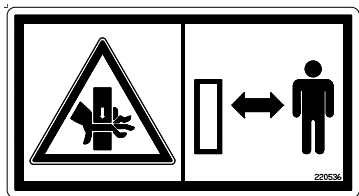

Fig. 2
**Panneau d'avertissement UH220536 (Fig. 2)**